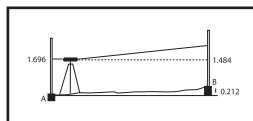

Fig.11
- Cambie el nivel de sitio y colóquelo a aproximadamente 1 m de A (Fig. 11).